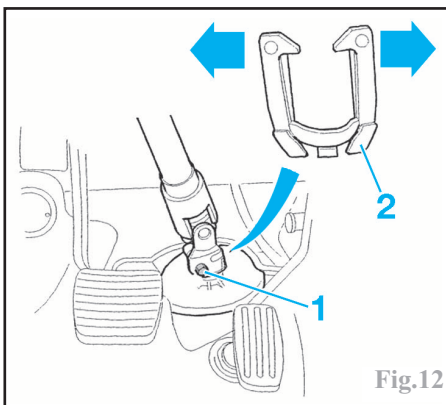

Fig.12
Reculer le soufflet et déposer le boulon de fixation (1) du cardan d'accouplement colonne/valve rotative et écarter l'agrafe de sécurité (2) (Fig.12).